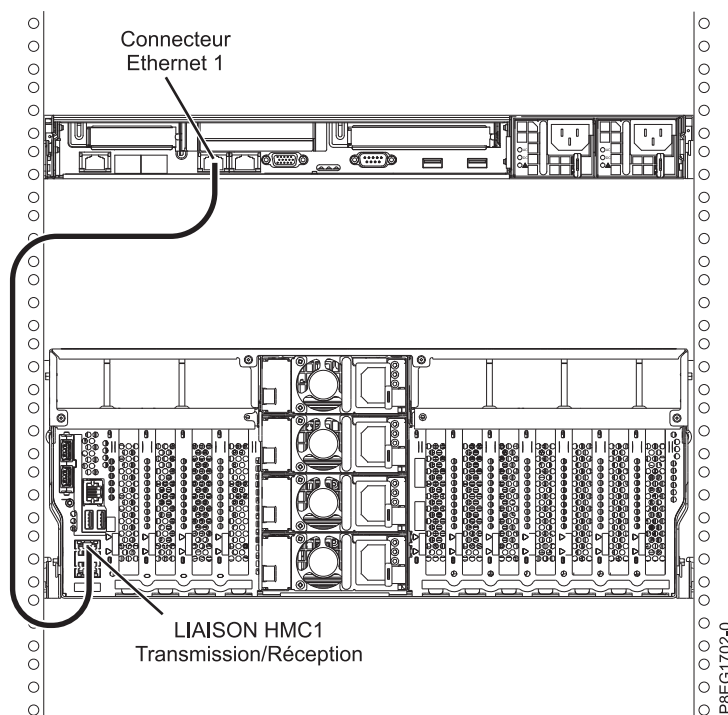

Figure 12. Connexion de la console HMC au système géré
1. Si vous souhaitez connecter directement la console HMC au système géré, reliez le **connecteur Ethernet 1** de la console HMC au port **HMC1** du système géré. Voir figure 12.